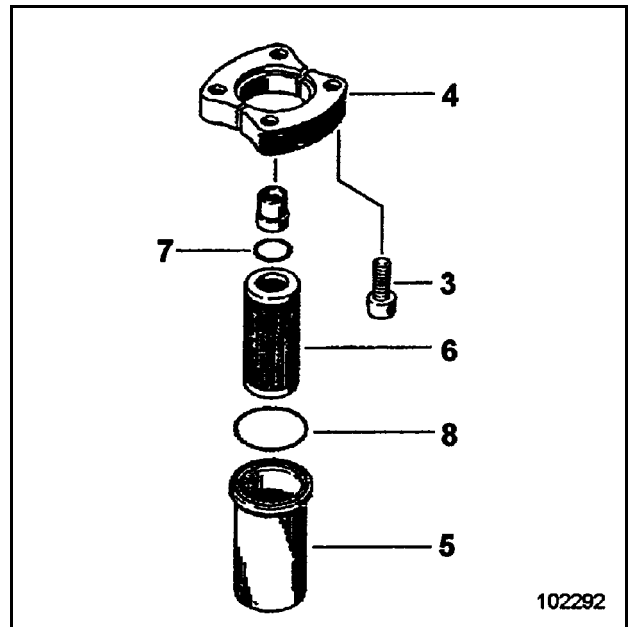

Fig. 3-50:
- Flansch (4, Fig. 3-50:) lösen.
- Filterelement (6) aus dem Filtergehäuse (5) ziehen.
- Neues Filterelement ins Filtergehäuse (5) einsetzen und mit neuen, leicht eingöltem Dichtring (8) an Filterkopf anbauen.
- Neues Filterelement (6, Fig. 3-50:) einbauen und mit einem neuen leicht eingöltem Dichtring (7) zusammenbauen.